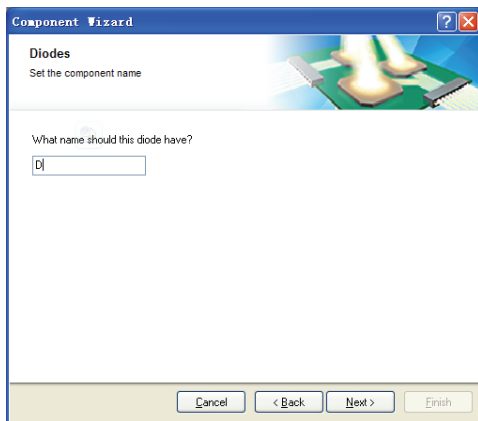

图 10-44 设置封装名称对话框
(7) 单击 **Next >** 按钮进入下一步，设置封装的名称，如图 10-44 所示。